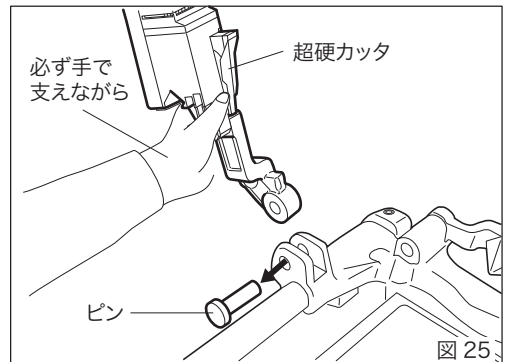

図 25
- 2. 超硬カッタが倒れないように手で支えながら残り半分のピンを抜くと超硬カッタが外れます。(図25)